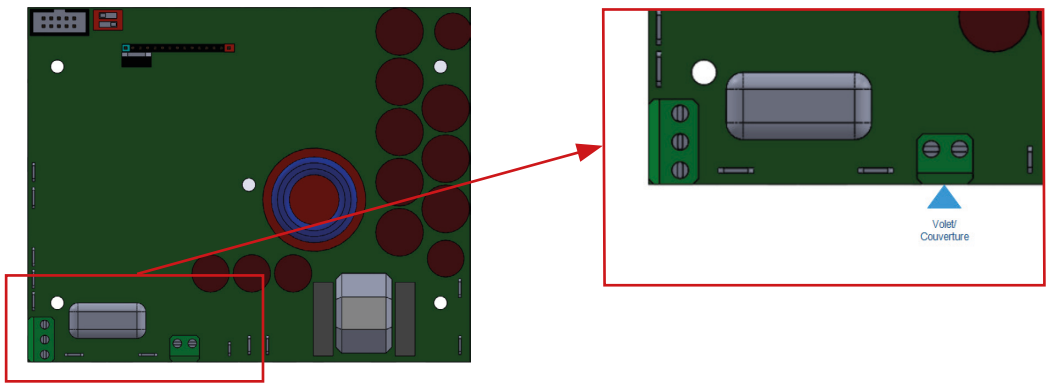

Figure 4
- Repérer dans le coffret électrique du volet automatique le contact de fin de course (un contact sec, sans alimentation). Certains fabricants de volets identifient spécialement ce contact pour le pilotage des électrolyseurs. Ce contact doit être de type **Normalement Ouvert**. (NO)
- Relier les bornes du contact sec (NO) par 1 câble à 2 conducteurs de faible section au bornier de la carte électronique située à l'intérieur du boîtier de commande de l'électrolyseur comme indiqué sur la Figure 4 à suivre.